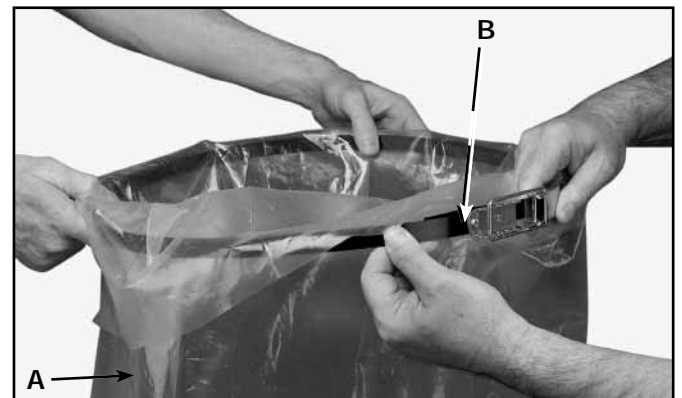

Fig. 10
La bolsa plástica también puede sujetarse a la parte externa del recolector de polvo con la abrazadera incluida (B) Fig. 10:
1. Coloque la abrazadera (B) alrededor de la parte superior de la bolsa plástica (A) y pliegue entre 101,6 mm y 152,4 mm (4 y 6 pulgadas, respectivamente) de la bolsa plástica sobre la abrazadera, como se muestra en la Fig. 10.